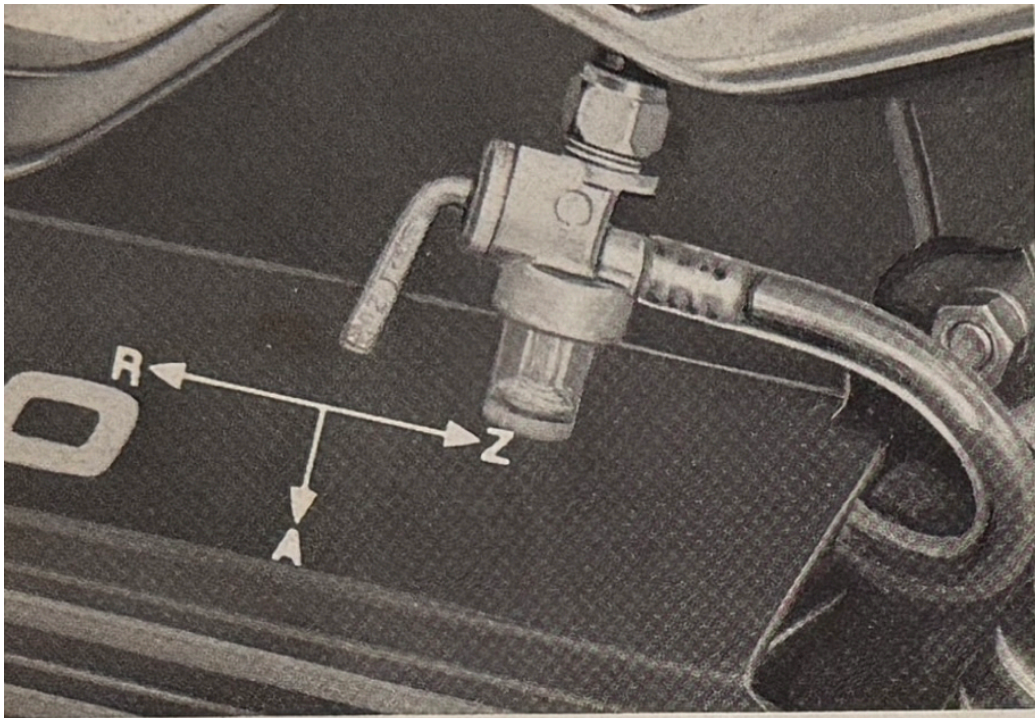

Bild 6
- 15 = Kraftstoffhahn (verdeckt, s. Bild 6)
Kraftstoffhahn (Bild 6)
Soll der Motor gestartet werden, so ist mittels des Schaltdrehgriffs (1/10) das Getriebe in Leerlaufstellung zu bringen. Der Kraftstoffhahn (s. Bild 6) muß geöffnet, bei noch kaltem Motor (aber nur dann!!)
Gas wegnehmen, Kraftstoffhahn (Bild 6) schließen (Stellung Z). Zündung durch den Zünd-/Lichtschalter (1/3) abstellen.